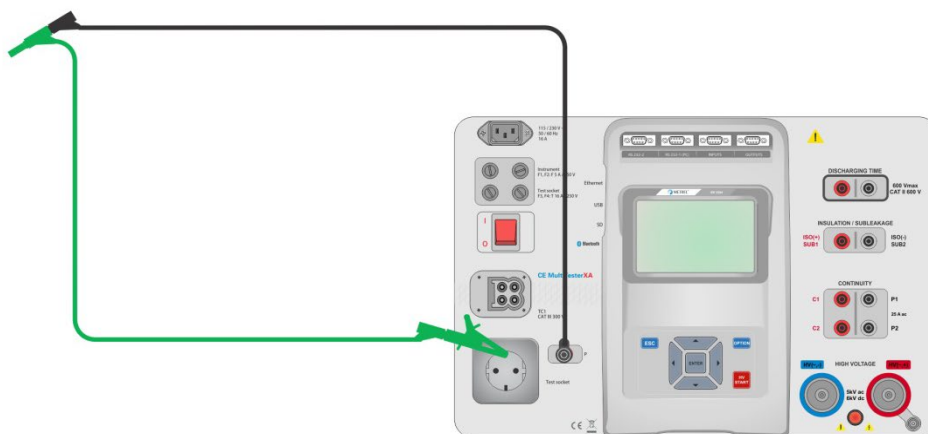

Figura 6.20: Puntali di test cortocircuitati
- Collegare i puntali allo strumento e cortocircuitare i puntali insieme, vedere Figura 6.20.